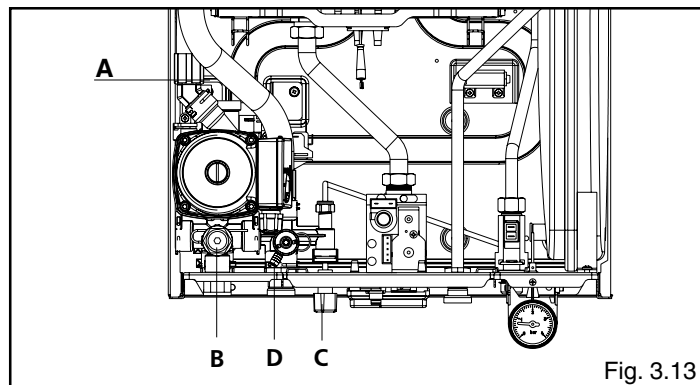

Fig. 3.13
Per i riferimenti ai vari componenti consultare il disegno raffigurato in fig. 3.13.
- svitare la valvola di scarico caldaia (D, fig. 3.13)